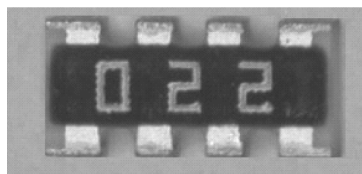

图 2-23 示意图
4) 贴片网络电阻。如图 2-23 所示是贴片网络电阻实物图。它的引脚与普通贴片电阻器相同。